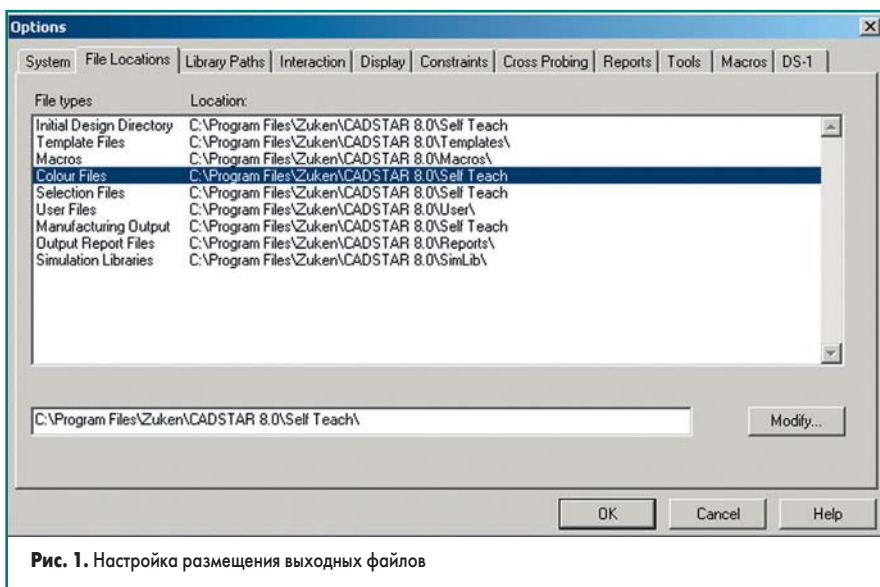

Рис. 1. Настройка размещения выходных файлов
2. Назначим место размещения для файлов типа Colours Files, Selection Files и Manufacturing Output, как показано на рис. 1, а именно папку Self Teach. Для работы нам потребуется специальный пример Chapter11.pcb, который также входит в комплект стандартной поставки программы CADSTAR.